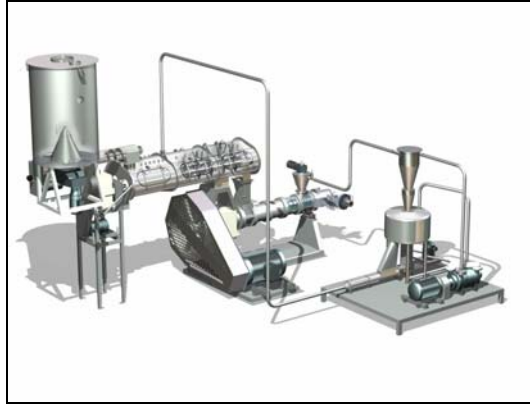

Figura 2. Extrusor con Sistema de Venteo y Asistencia de Vacío
- Produce algo de desecho de productos finos desde el venteo y agua desde la bomba de vacío. Estos desechos pueden ser reprocesados, como se muestra en la figura 2.